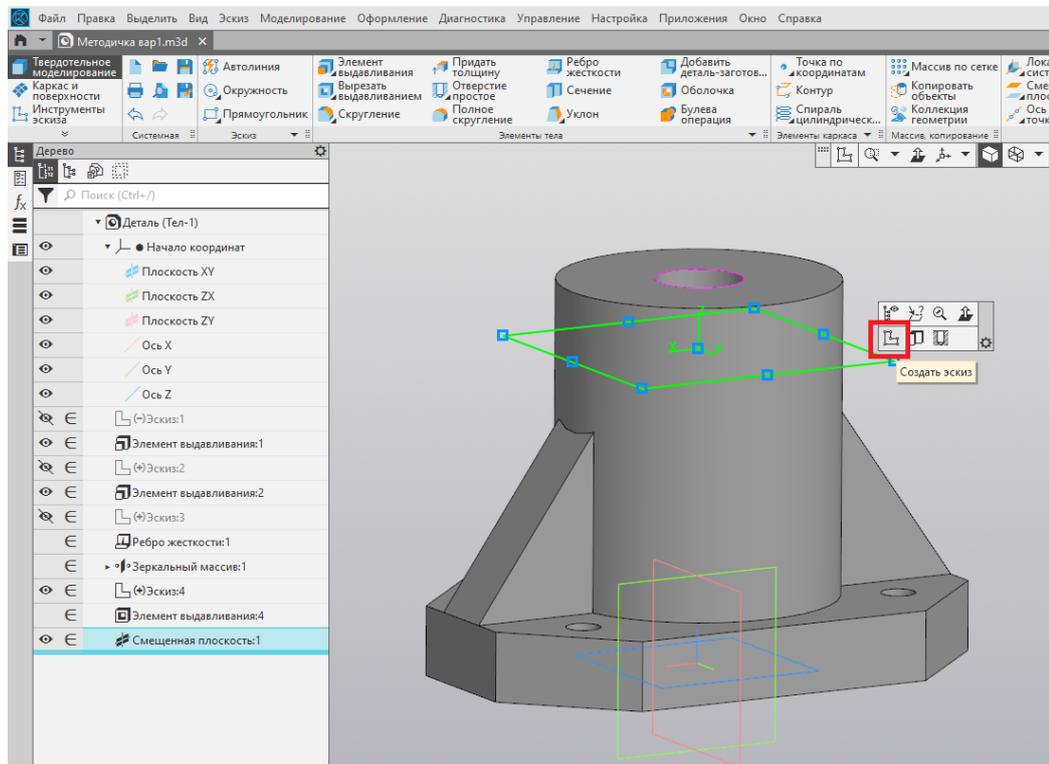

Рис. 28
25. В новой плоскости создаём эскиз (рис. 28).